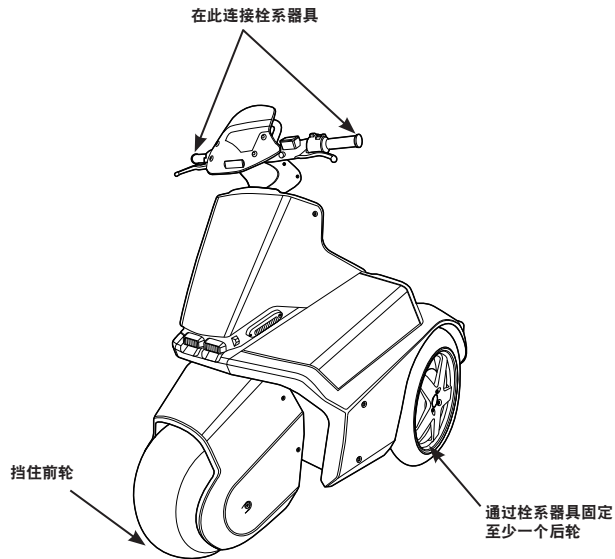

图 46：固定 SE-3 Patroller 以进行运输
4. 将栓系器具连接至操纵柄的每端以及至少一个后轮（图 46）。